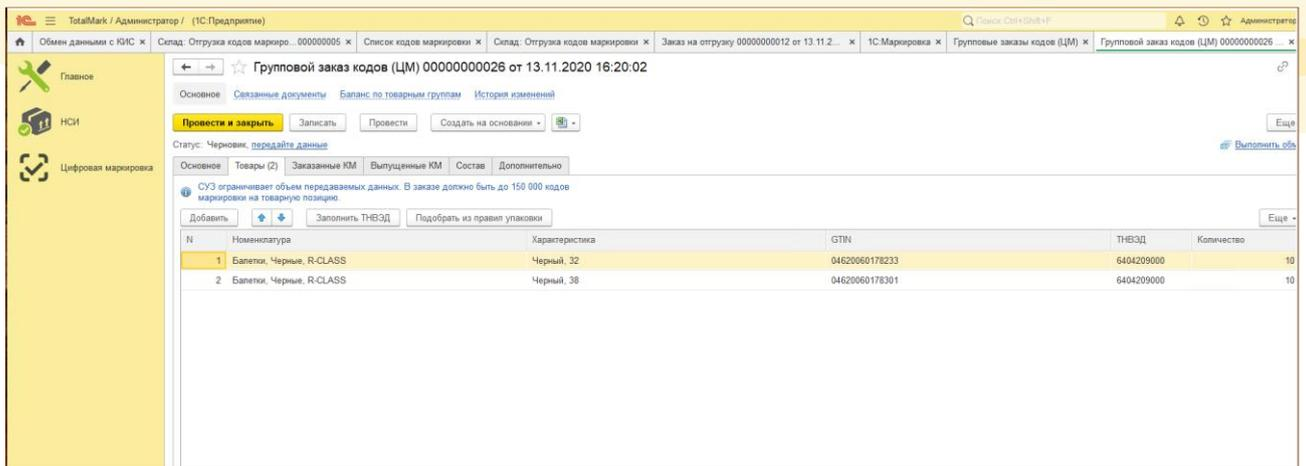

Рис. 7-9 - Работа с Заказом КМ в Total Mark
10. Проверить корректность заполненных данных на вкладках (Основное, Товары, дополнительно) (Рис. 7-9);